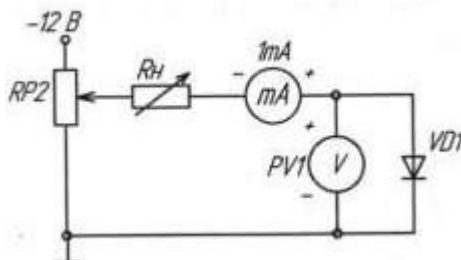

Рисунок 2.2- Схема для снятия ВАХ для прямой ветви
б) Собрать схему для снятия обратной ветви ВАХ, подключив к $RP2$ источник -12 В и заменив миллиамперметр, поменяв также его полярность подключения (рис. 2.2) и снять обратную ветвь ВАХ диода. Построить ВАХ диода, определить основные точки на характеристике.
- д) Снять выходные статические ВАХ с помощью осциллографа. Собрать схему в соответствии с рис. 2.2. Вход Y (CH2) осциллографа подключить к шунту, а корпус осциллографа соединить с общим проводом. Вход X (CH1) осциллографа подключить к коллектору. При этом переключатель развёртки осциллографа должен быть приведен в положение X/Y . Установить потенциометр $RP1$ в крайнее левое положение, соответствующее минимальному сопротивлению. Включить питание. Изменять ток базы от 0 до максимума (но не более 1 мА), пронаблюдать семейство выходных характеристик; зарисовать на одном рисунке выходные характеристики для трех значений тока базы: $I_b = 0$; $I_b = 0,5 \cdot I_{b \text{ max}}$; $I_b = I_{b \text{ max}}$. Записать масштабы по напряжению и току. Выключить питание модуля.